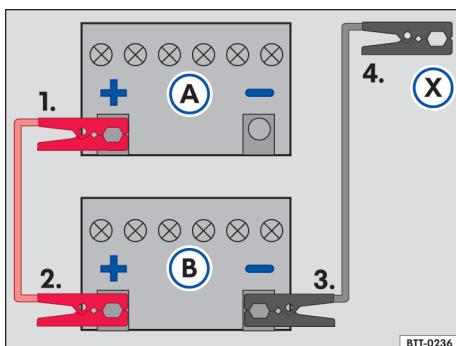

Fig. 172 Esquema para a conexão dos cabos auxiliares de partida: bateria do veículo descarregada **(A)** e bateria do veículo fornecedor de corrente **(B)**.
Legenda para → **Fig. 172:**
Conectar o cabo auxiliar de partida somente na sequência **1 – 2 – 3 – 4** → **Fig. 172**.
- Conectar uma extremidade do cabo auxiliar de partida *vermelho* ao polo positivo (+) do veículo com a bateria do veículo descarregada → **Fig. 172 (A)** → .